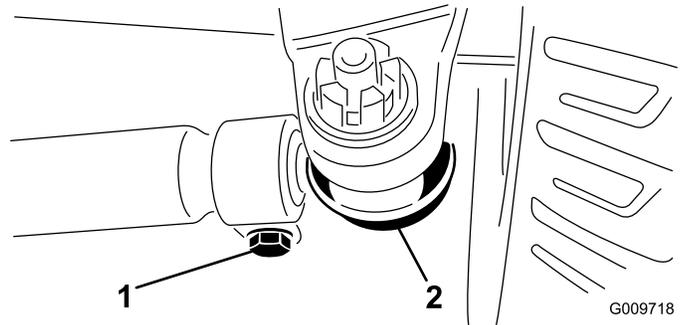

Figura 48
biela (Figura 48). Retire la articulación esférica de la biela del soporte del eje.
3. Afloje las abrazaderas en ambos extremos de las bielas (Figura 48).
4. Gire la articulación esférica retirada hacia dentro o hacia fuera una (1) revolución completa. Apriete la abrazadera en el extremo suelto de la biela.
5. Gire el conjunto completo de la biela en el mismo sentido (hacia dentro o hacia fuera) una (1) revolución completa. Apriete la abrazadera en el extremo conectado de la biela.